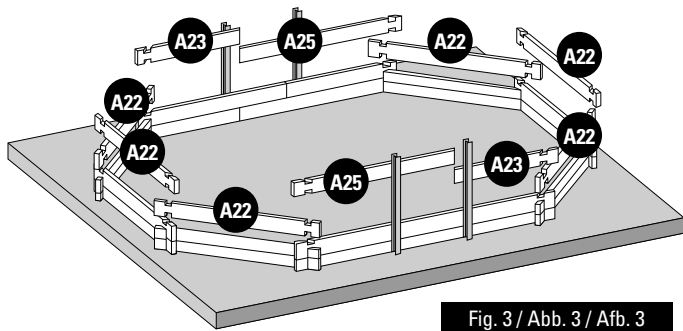

Fig. 3 / Abb. 3 / Afb. 3
- EN 3rd LAYER OF BOARDS:** Install the third layer of boards as shown in figure 3. The position of the refilling fitting with the key and the skimmer should be defined at the start of the assembly (read the specific paragraphs).
- FR 3ÈME RANGÉE MADRIERS :** Positionnez les madriers de la 6ème rangée conformément à la figure 3. Vous devez avoir déterminé l'emplacement de la buse de refoulement et du skimmer dès le début du montage (voir paragraphes spécifiques).
- DE 3. BRETTERRIHE:** Platzieren Sie die Bretter der dritten Reihe laut Abb. 3. Zu Beginn der Montage müssen Sie die Lage des Druckventils und des Skimmers festlegen (lesen Sie hierzu die entsprechenden Abschnitte).
- NL 3ª RIJ PLANKEN:** Plaats de planken van de derde rij zoals te zien is op afbeelding 3. U moet al bij aanvang van de montage bepalen op welke plaats het uitstroommondstuk en de skimmer moet komen (less de betreffende paragrafen).